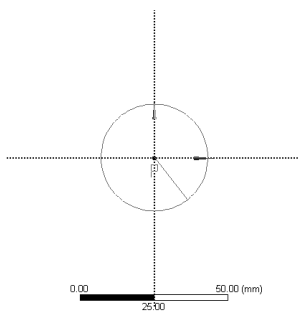

图 2-45 绘图操作
Step7：草绘操作。将鼠标移动到坐标原点后，单击鼠标，此时会出现如图 2-45 所示的图形，在绘图区域任意位置单击鼠标，确定圆的创建。